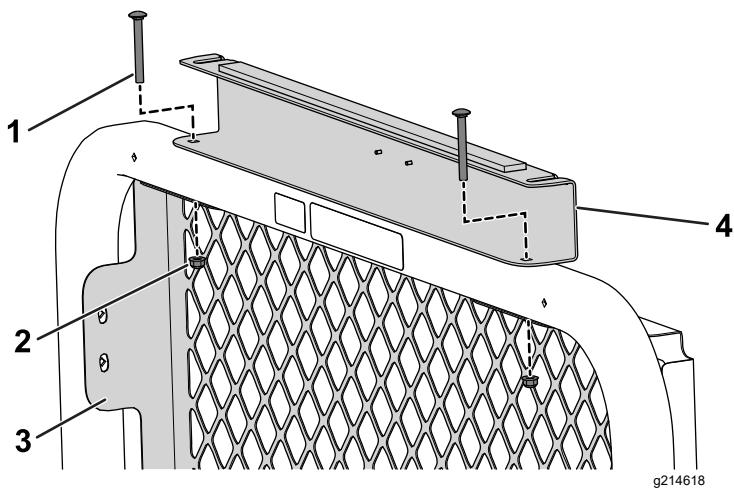

Рисунок 33
5. С помощью 2 каретных болтов (5/16 x 2 3/4 дюйма) и 2 фланцевых гаек (5/16 дюйма) прикрепите заднюю опору навеса и заднюю решетку к защитной дуге (Рисунок 33).